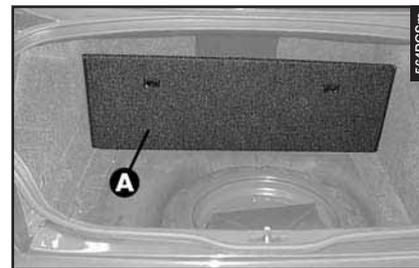

fig. 1
- Ripiegare in avanti il tappeto di rivestimento del bagagliaio (**A-fig. 1**).
– Ripiegare il tappeto di rivestimento del bagagliaio (**A-fig. 1**).